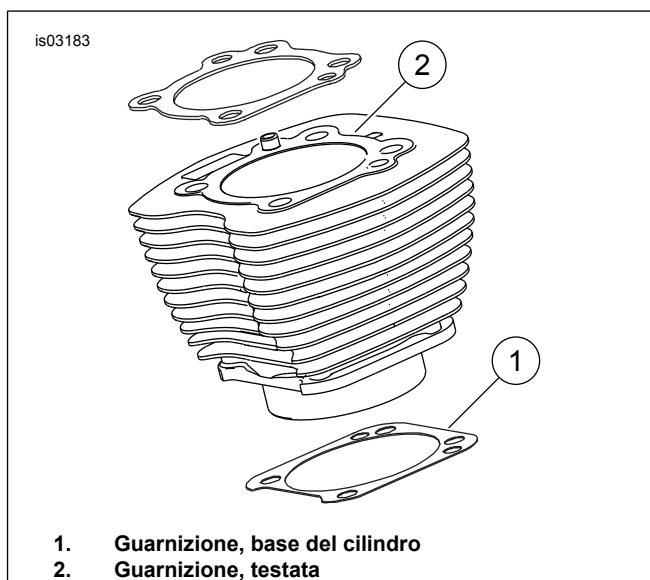

Figura 1. Guarnizioni del cilindro
- Vedere Figura 1. Le guarnizioni 103,1 mm (4.060 in) della base del cilindro (1) e le guarnizioni della testata (2) eliminano la necessità di usare anelli di tenuta O-ring. Non utilizzare anelli di tenuta O-ring su perni di riferimento o su codoli dei cilindri.
- Installando una nuova guarnizione di base (1), collocarla con il lato gofrato rivolto verso il basso e il lato concavo verso l'alto.